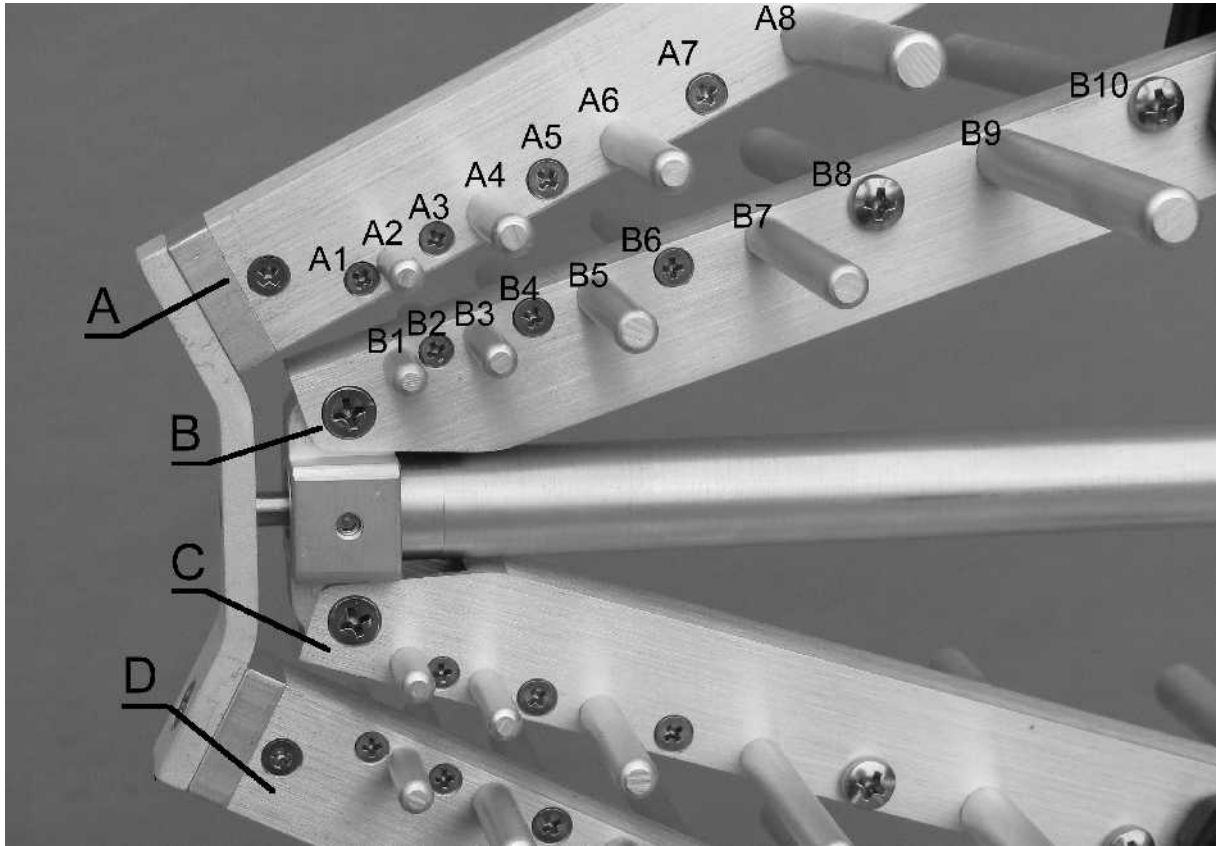
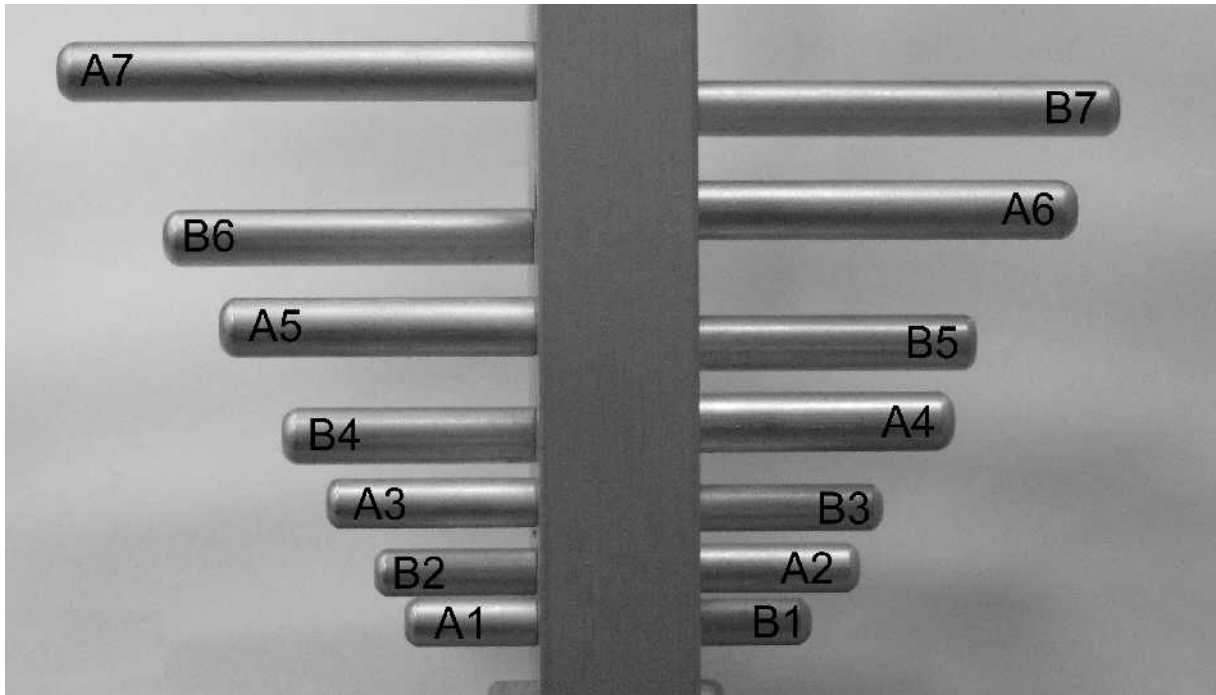

Fig. 3
Fig. 4
2.) Gegenüber liegende Elemente auf **A** und **B** (**C** und **D**) haben die gleiche Länge ( $A_1=B_1$ ,  $A_2=B_2$ ...), siehe Fig.3 und Fig.4.
3.) Elemente mit zunehmender Länge sind auf jeder Speiseleitung **A** bis **D** abwechselnd rechts / links installiert, siehe Fig.3 und Fig.4.
*2.) Oppositely mounted elements on **A** and **B** (**C** and **D**) have the same length ( $A_1=B_1$ ,  $A_2=B_2$ ...), see Fig.3 und Fig.4.*
*3.) Looking along **A** the element length rises from element to element in alternating direction. (Analog for **B**, **C** and **D**), see Fig.3 and Fig.4.*